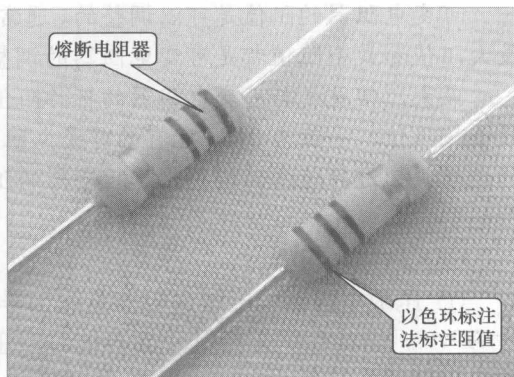

图 1-17 熔断电阻器
⑧ 熔断电阻器。熔断电阻器又叫保险丝电阻器，其图形符号为“ \square ”。它是一种具有电阻器和过流保护熔断丝双重作用的元件。图 1-17 所示为熔断电阻器的实物外形。可以看到，熔断电阻器的阻值采用色环标注法标注。在正常情况下，熔断电阻器具有普通电阻器的